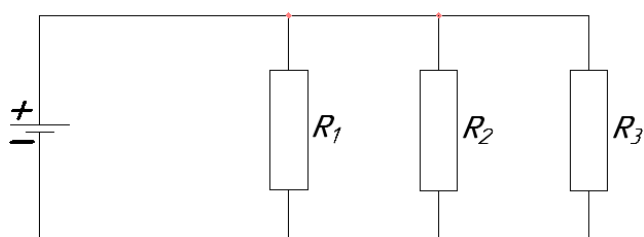

Рисунок 2.2.3 – Схема параллельного соединения резисторов
- 6) Собрать схему из параллельно соединенных резисторов (рисунок 2.2.3) на макетной плате, выбрав их из уже имеющихся (используемых в пункте 5), реальное сопротивление выбранных резисторов (таблица 2.2.1) занести в строку 2 таблицы 2.2.3.
- 3) Схема параллельного соединения резисторов (рисунок 2.2.3), заполненная таблица 2.2.3, изображение схемы в симуляторе электронных схем.